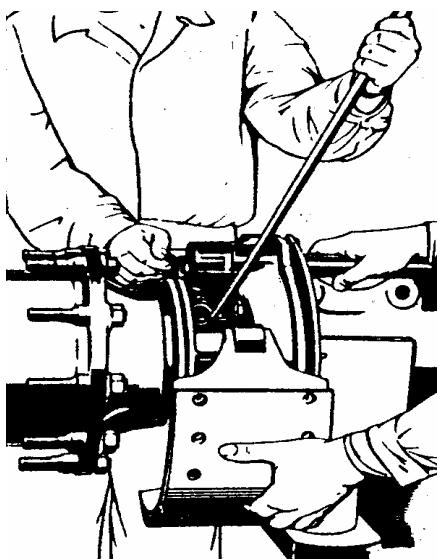

Рис. 3. Захват пружин тормозных колод
4. К суппортах колесных тормозов 7 собрать комплект тормозных колодок, установить соединительную планку 11 и законтрить стопорными шайбами 12. Приблизить тормозные колодки к эвольвенте разжимных кулаков и с помощью рычага Т17 - 414 поставить пружины 68 тормозных колодок (рис. 3).